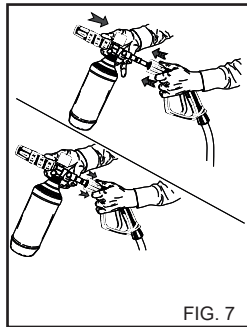

FIG. 7
- 2) Verwijder het verlengstuk uit de handgreep en breng de kit met reinigingsmiddelsproeier (fig. 7) aan, bedien de hogedrukreiner en maak het te reinigen oppervlak nat van beneden naar boven.